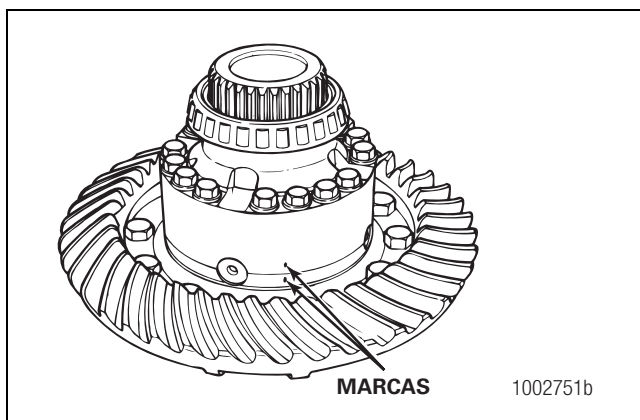

Figura 3.47
1. Use un punzón y martillo para marcar las mitades de la caja. Estas marcas de alineación le servirán para alinear correctamente las mitades de la caja a la hora de ensamblarlas. Figura 3.47.